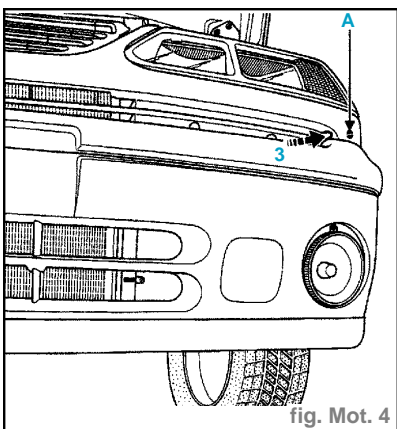

fig. Mot. 4
- insérer un tournevis (embout étoile de 20) en (3) afin de retirer les vis de fixation (A) (fig.Mot. 4),